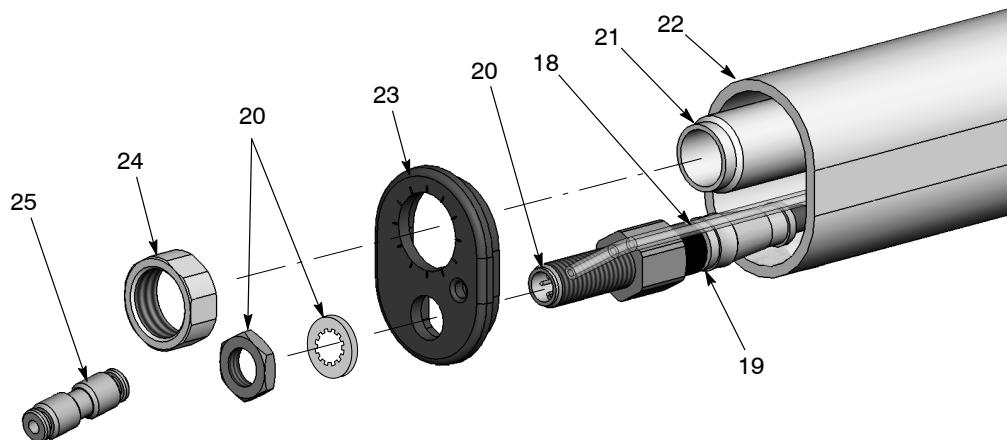

图 17 管座喷枪拆卸 (1/5)
2. 请参见图 17。将接头（25）与 4 mm 透明空气管（18）断开。
9. 请参见图 17。将延长电缆 (19) 连接到端盖 (23) 中的插座 (20)。
11. 将端盖安装在安装管上，并将固定管 (21) 和 4 mm 透明管 (18) 穿过端盖。
12. 使用止动垫圈和螺母将电缆插座 (20) 固定到端盖上。
13. 将固定管螺母 (24) 拧到固定管上，并将其拧紧。
14. 将接头 (25) 安装到 4 mm 透明管上。